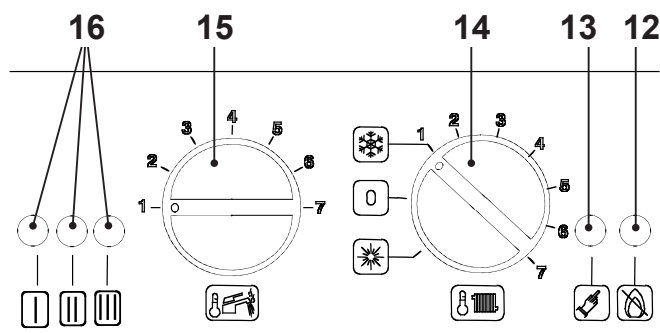
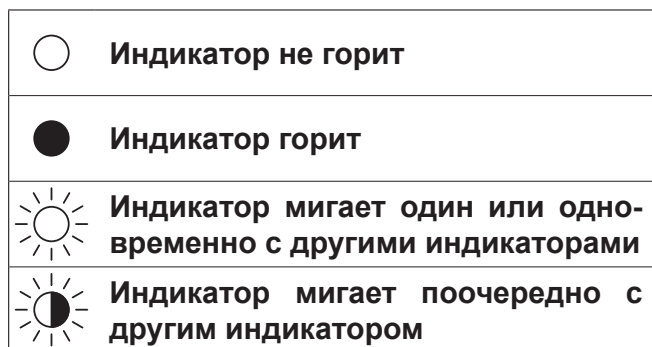
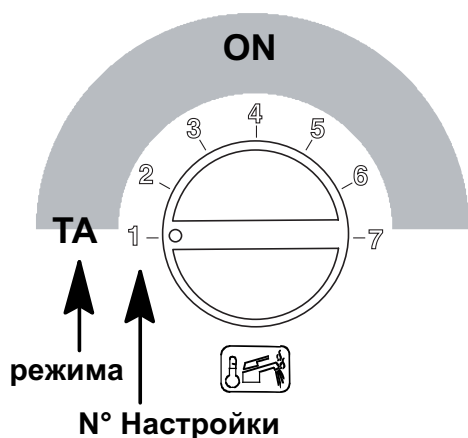

рисунок 5.10
рисунок 5.12
рисунок 5.13
- Если данная последовательность не будет показана, нажимайте на кнопку сброса 13 (рисунок 5.10) до тех пор, пока не будет выполнен показ (3 раза).
Для показа заданной настройки держите в нажатом положении кнопку сброса 13 (рисунок 5.10), примерно, 5 секунд. Сигнальные лампочки 16 (рисунок 5.10) будут мигать столько раз, сколько было установлено (рисунок 5.13).
- Для изменения настройки поверните ручку регулировки температуры санитарного оборудования 8 (рисунок 5.10) и поставьте её на выбранный способ (рисунок 5.13) (на рисунке примера ручка была настроена на режим термоста-та среды), сигнальная лампочка блокировки 12 (рисунок 5.10) начнёт быстро мигать.
- Для внесения в память настройки держите в нажатом состоянии кнопку сброса 13 (рисунок 5.10), примерно, 5 секунд, все сигнальные лампочки 16 (рисунок 5.10) начнут одновременно мигать, как показано на рисунке 5.14 (условные обозначения лампочек, рисунок 5.12).
- Для настройки времени постциркуляции насоса сигнальные лампочки 16 (рисунок 5.10) должны иметь вид, как показано на рисунке 5.16 (условные обозначения лампочек, рисунок 5.12).
- Если данная последовательность не будет показана, нажимайте на кнопку сброса 13 (рисунок 5.10) до тех пор, пока не будет выполнен показ (1 раз).
- Для внесения в память настройки держите в нажатом состоянии кнопку сброса 13 (рисунок 5.23), примерно, 5 секунд, все сигнальные лампочки 16 (рисунок 5.23) начнут одновременно мигать, как показано на рисунке 5.26 (условные обозначения лампочек, рисунок 5.12).